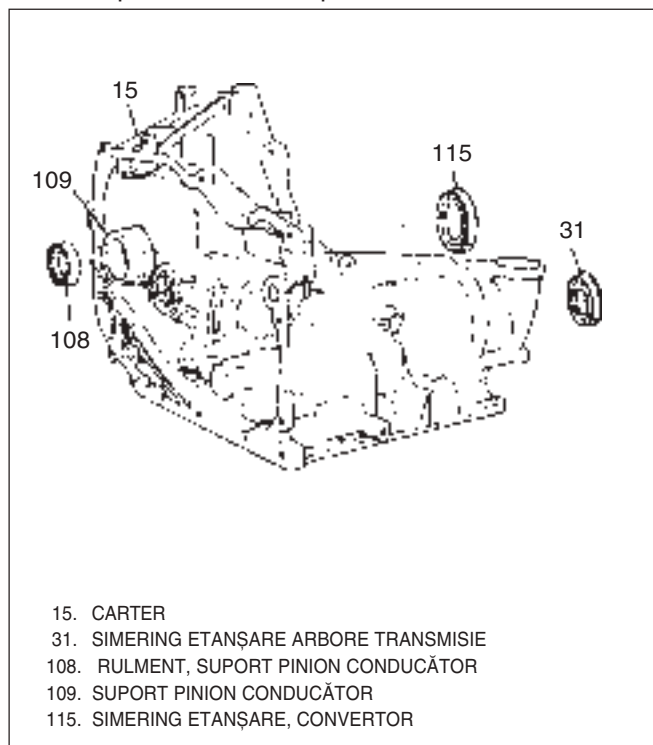

Fig. 39 Etanșări cutie și rulment pinion conducător
- Simeringurile – pentru crăpături (fig. 39)
- Simeringul convertorului (115) – vezi inspectarea și înlocuirea suportului pinionului conducător.
- Simeringul cutiei (31) – pentru deteriorări